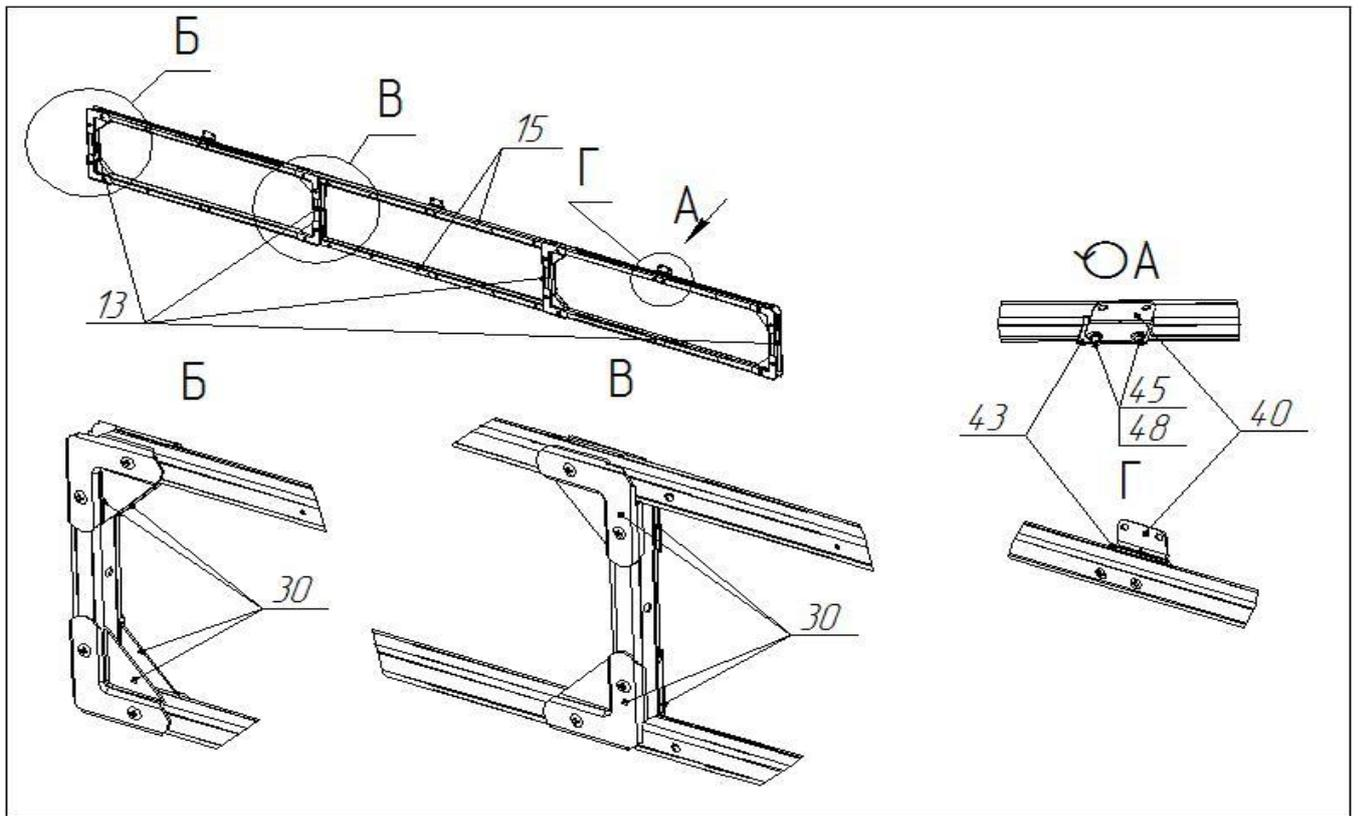

Рис. 6
6.6 Установите двери в дверные проемы при помощи винтов М4х30 и накладок 43. 6.7 Соберите форточки (рис. 6).